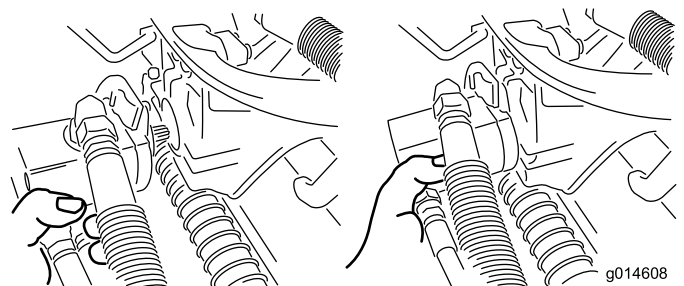

図 49
3. 外したモータは、サスペンションアームの前端にある一時保管位置にセットしておく(図 49)。